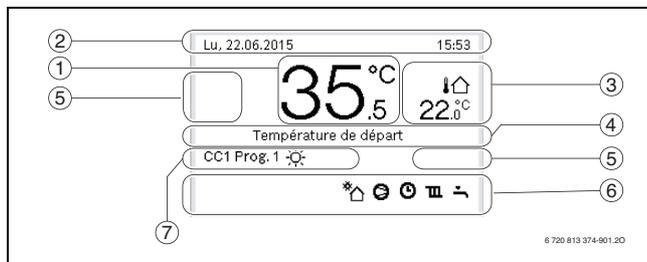

Fig. 6 Symboles sur l'écran principal (exemple)
-	Texte d'information : par ex. la désignation de la température actuelle affichée (→ fig. 6, [1]). En cas de défaut, une information correspondante s'affiche jusqu'à ce que le défaut soit éliminé.
Les descriptions suivantes sont basées sur l'affichage standard (→ fig. 6).